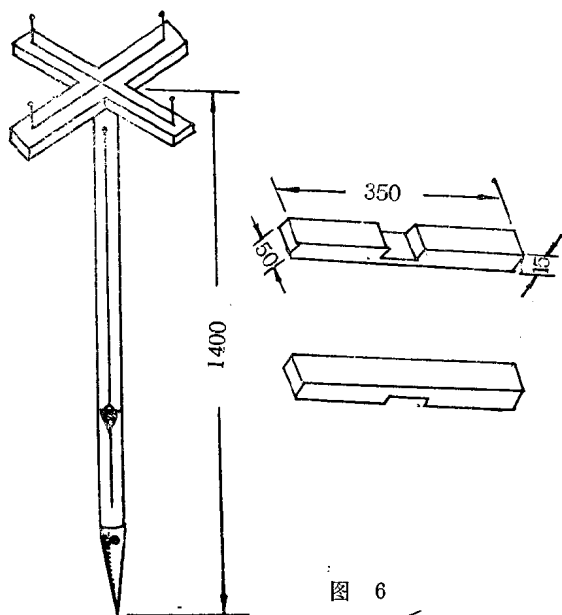

图 6
1. 取两条 $350 \times 50 \times 15$ (毫米) 的矩形木条，在中间锯割成相应的凹形明槽，使两木条正交吻合构成一个十字板，如图 6。